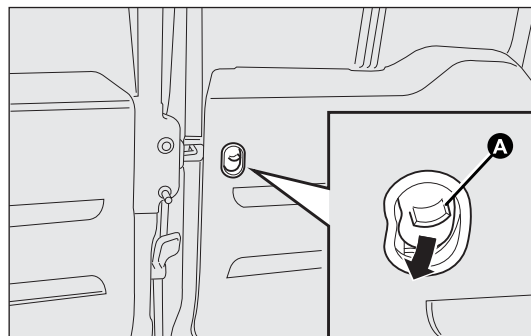

fig. 86
- ☐ accione el dispositivo A-fig. 86 situado en la parte interior de la puerta de hoja derecha;